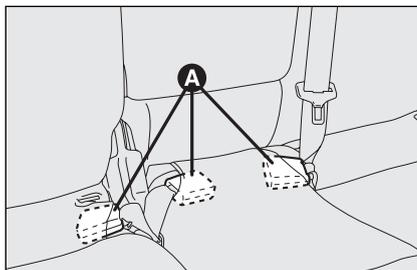

fig. 99
- per versioni con sedile posteriore scorrevole, posizionare le fibbie delle cinture di sicurezza nelle apposite sedi **A-fig. 99** ricavate nella fodera del cuscino;